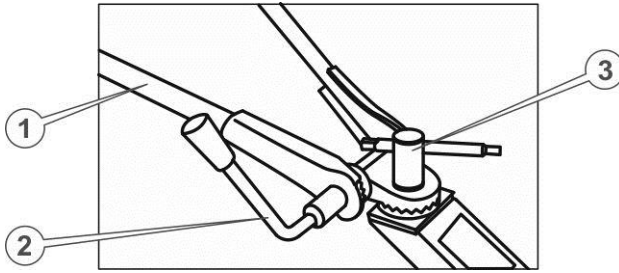

Рисунок 4.1. Кріплення керма
3. Звільнити кермо від пакувальної плівки. Відкрутити затискну гайку з важелем і витягнути стяжний болт. Встановити кермо на рульову стійку центрального вузла, потрапляючи зубцями в зубці (див. Рисунок 4.1.), вставити стяжний болт таким чином, щоб його головка зайшла в шестигранне поглиблення у вушку керма (ліворуч у напрямку руху мотоблока), опустити рукоятки керма в нижнє положення і затягнути затискну гайку з важелем.